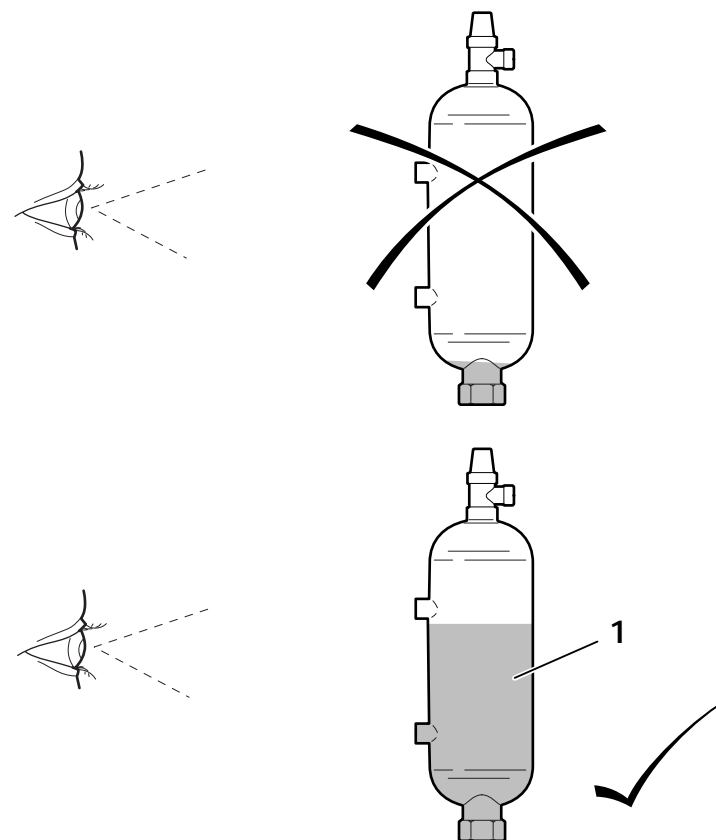

fig 4: waterniveau en bronvloeistof controleren
- Controleer het vloeistofniveau door te kijken naar het expansievat (zie ook fig. 4 pagina 8). Hierbij moet wel worden opgemerkt dat het niveau kan verschillen, afhankelijk van de temperatuur van de aarde. In ieder geval zal er zich in het expansievat vloeistof moeten bevinden. Is dit niet het geval dan moet de bron bijgevoerd worden.